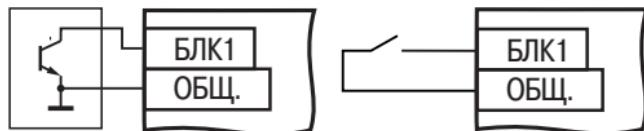

Рисунок 3.7
3.2.1.5 **Сигнал «блокировка»** запрещает запуск формирователя импульсов. При его снятии произойдет плавный выход на заданный уровень мощности со скоростью, задаваемой положением переключателя **DIP3**. В качестве источника сигнала «блокировка» могут применяться электронные устройства, имеющие на выходе сигнал TTL-уровня, транзистор *p-p-n*-типа с открытым коллекторным выходом или контакты кнопки, тумблера, геркона или реле (рисунок 3.7). Активный уровень сигнала «блокировка» – низкий. Всего в блоке два входа блокировки. Блок переходит в состояние «блокировка» при наличии активного сигнала хотя бы на одном из них.
- **Блокировка.** Блок переходит в это состояние из состояния **Работа** при подаче сигнала блокировки (см. рисунок 3.7). Это состояние длится до тех пор, пока сигнал